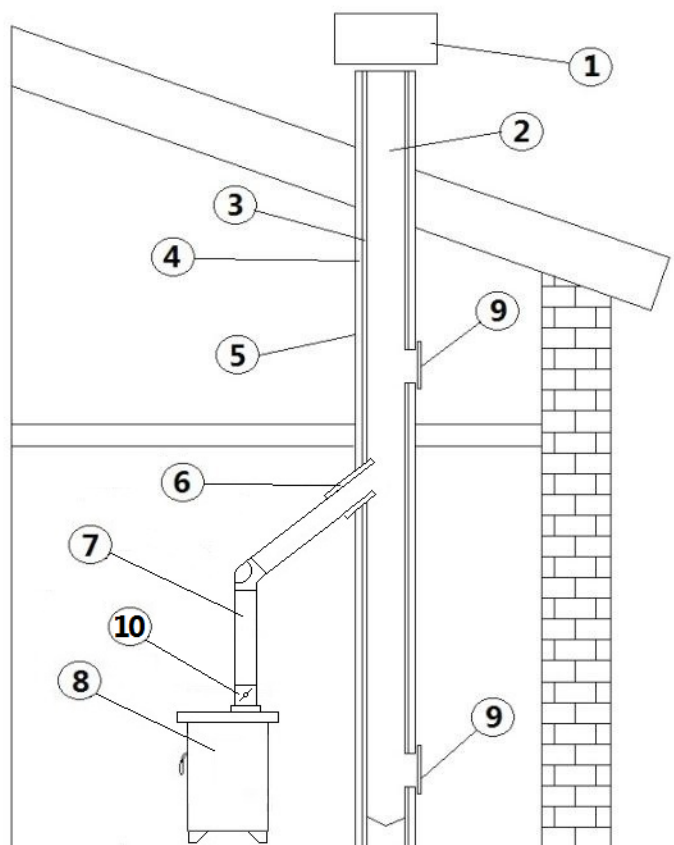

Fig. 4 - Componentes de chimenea
- es aconsejable un extremo de chimenea antiviento véase **Fig. 4 a pág. 7**.
- Conducto de ventilación externo relizado enteramente en tubos inox aislados o sea con pared doble de mínimo Ø150 mm: todas las partes son bien ancladas al muro, con el extremo de chimenea antiviento (véase **Fig. 4 a pág. 7**).